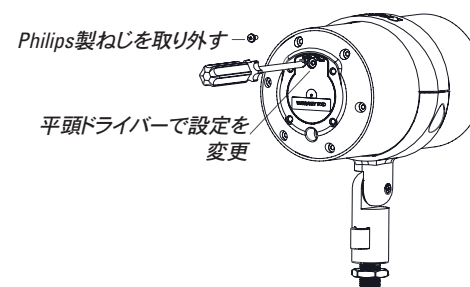

図22
3. L41XCスピーカーは60Wに設定されたトランスに電気を送ります。低出力設定を使用したい場合は、図22に示されているように、Philips製保護用ねじを取り外すため、Philips製ヘッドドライバーを使用します。